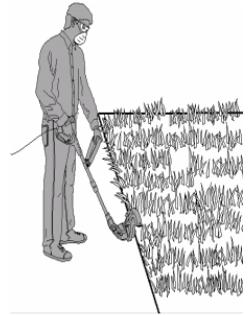

Рисунок 11
- відкиньте захисний обод кромкового колеса (6) у бік корпусу двигуна;
- встановіть виріб на кромкове опорне колесо (3) для окантовування доріжок (рисунок 11) і, спираючись увімкнений виріб на опорне колесо, ведіть його уздовж обраної лінії окантовування.